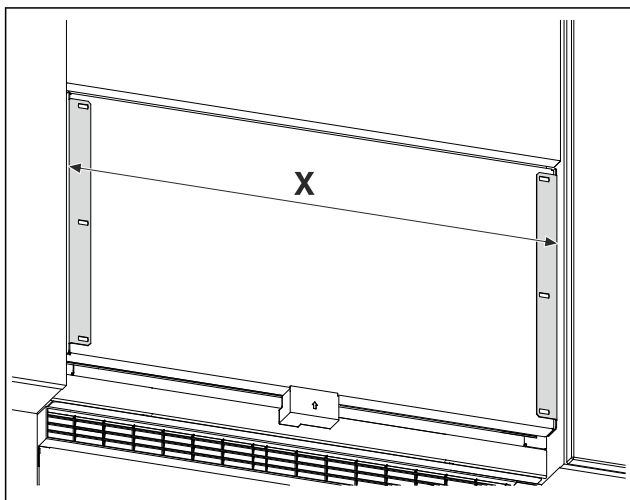

Fig. 27 Príkladné zobrazenie
- Odmerajte vzdialenosť Fig. 27 (X) medzi vonkajšími hranami prídržných uholníkov.